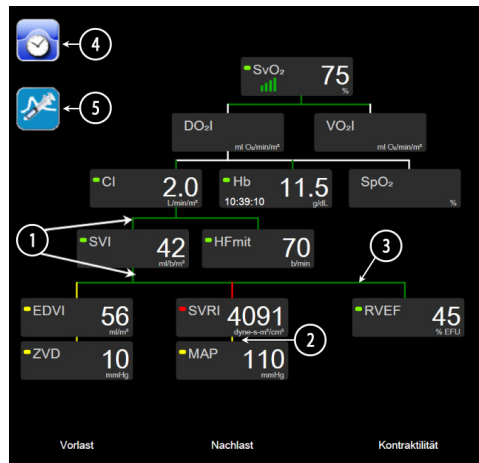

Abbildung 5-14 Bildschirm „Physiologiebezogene Bereiche“ während der Überwachung mit dem HemoSphere Swan-Ganz-Modul
- 2 Die senkrechten Linien, die zwei Parameter direkt verbinden, werden in derselben Farbe angezeigt wie das untere Parametersymbol (z. B. zwischen SVRI und MAP in Abbildung 5-14).
- 4 Die linke Leiste wird angezeigt, nachdem eine Bolusserie durchgeführt wurde. Tippen Sie auf das Symbol „Uhr/Kurve“, um die eventuell vorhandenen historischen Daten anzuzeigen (siehe Abbildung 5-14).
HINWEIS Das in Abbildung 5-14 gezeigte Beispiel entspricht dem Bildschirm während der Überwachung mit einem HemoSphere Swan-Ganz-Modul. Anzeigart und angezeigte Parameter können sich in den verschiedenen Überwachungsmodi unterscheiden. Bei einer Überwachung im FloTrac Sensor-Überwachungsmodus wird beispielsweise HF_{mit} durch PR, PPV und SVV ersetzt (sofern konfiguriert) und EDV sowie RVEF werden nicht angezeigt.